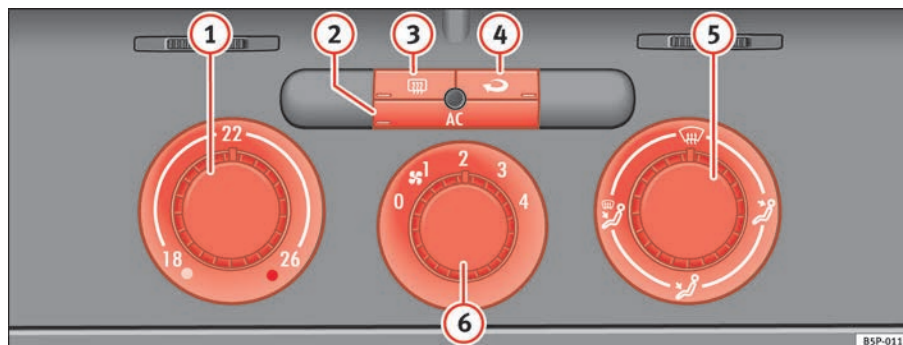

Fig. 127 Mandos del Climatic en el tablero de instrumentos
- Con los reguladores ⇒ fig. 127 ① y ⑤ y con el mando ⑥ se regula la temperatura, la distribución del aire y la velocidad de la turbina.
- Pulse la tecla ②, ③ o ④ para activar o desactivar la función correspondiente. Cuando la función está activa, la ventana situada en la esquina inferior de la tecla se ilumina.
- ① Regulador de temperatura ⇒ página 160
- ② Tecla – Encender o apagar el grupo refrigerador ⇒ página 160
- ③ Tecla – Luneta térmica. Esta función se apaga automáticamente aproximadamente 20 minutos después de haberla conectado. Se puede desconectar antes pulsando de nuevo la tecla.
- ④ Tecla – Recirculación de aire ⇒ página 162
- ⑤ Regulador de la distribución de aire ⇒ página 160
- ⑥ Mando de la turbina. El caudal de aire tiene 4 niveles de ajuste. La turbina debería funcionar siempre en el nivel más bajo cuando se circule a poca velocidad.
- Encienda el climatizador con la tecla ⇒ **página 159, fig. 127**